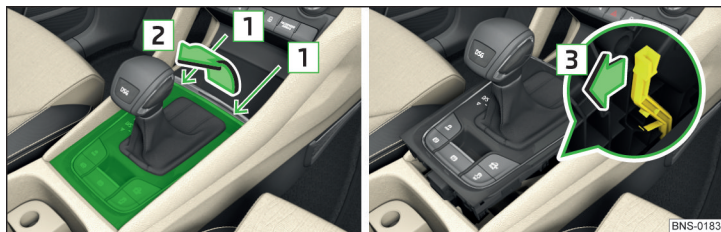

Abb. 363 Abdeckung abnehmen / Wählhebel entriegeln
- › Einen Schlitzschraubendreher oder ein ähnliches Werkzeug in den Spalt im Bereich der Pfeile **1** » Abb. 363 einschieben und die Abdeckung in Pfeilrichtung **2** vorsichtig lösen.